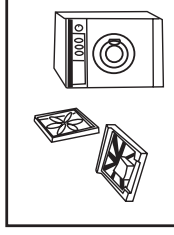

Fig. 1
- Retire todos os materiais de embalagem, segundo a fig.1, de modo a prevenir vibrações durante a utilização do aparelho. Pode encontrar água na bolsa plástica e no óculo, isto é normal e deve-se a ensaios realizados em produção.